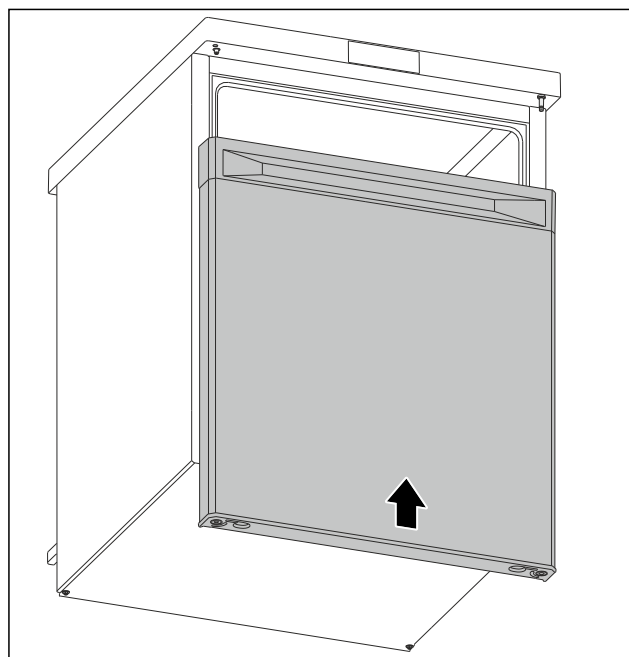

Fig. 13
- ▶ Tür im geschlossenen Zustand auf oberen Bolzen schieben. (siehe Fig. 13)